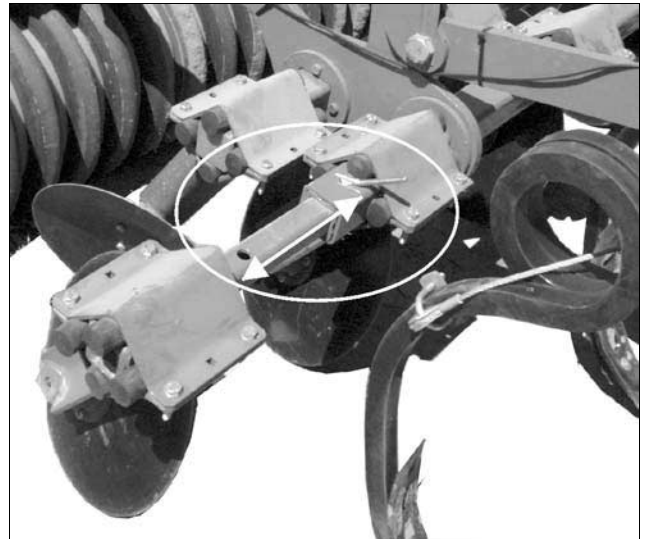

Fig. 14
- Randscheiben (Fig. 14) einschieben und mittels Sicherungsbolzen und Klapstecker fixieren.